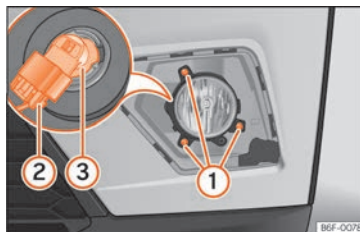

Fig. 106 Faro antiniebla: desmontar el portalámparas
2. Retire los 3 tornillos » fig. 106 (1) y extraiga el faro antiniebla.
3. Extraiga el conector de la lámpara (2).
4. Gire el portalámparas (3) hacia la izquierda y tire.